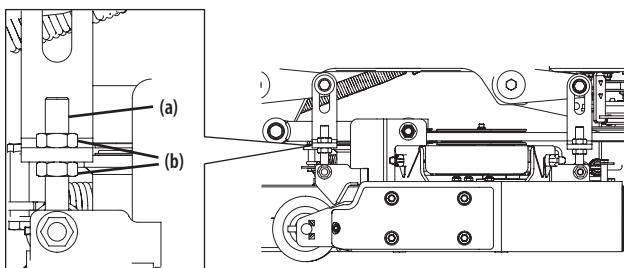

Figura 29
3. Ajuste el perno de ojo (a) en la parte delantera izquierda de la plataforma para que la altura desde la punta de la cuchilla externa derecha a la tierra coincida con la de la punta de la cuchilla externa izquierda. Esto se hace aflojando las contratuerzas (b) en el perno de ojo (a) y apretando la contratuerca superior (b) para elevar la plataforma y aflojando la contratuerca (b) para bajar la plataforma. La altura de la punta de la cuchilla externa derecha se fija con el perno de ojo derecho (a), por lo que debe ajustar la punta externa izquierda para que coincidan. Consulte la Figura 29.
3. Afloje las contratuercas (b) en la parte posterior izquierda y derecha de los pernos de ojo (a). Consulte la Figura 29.